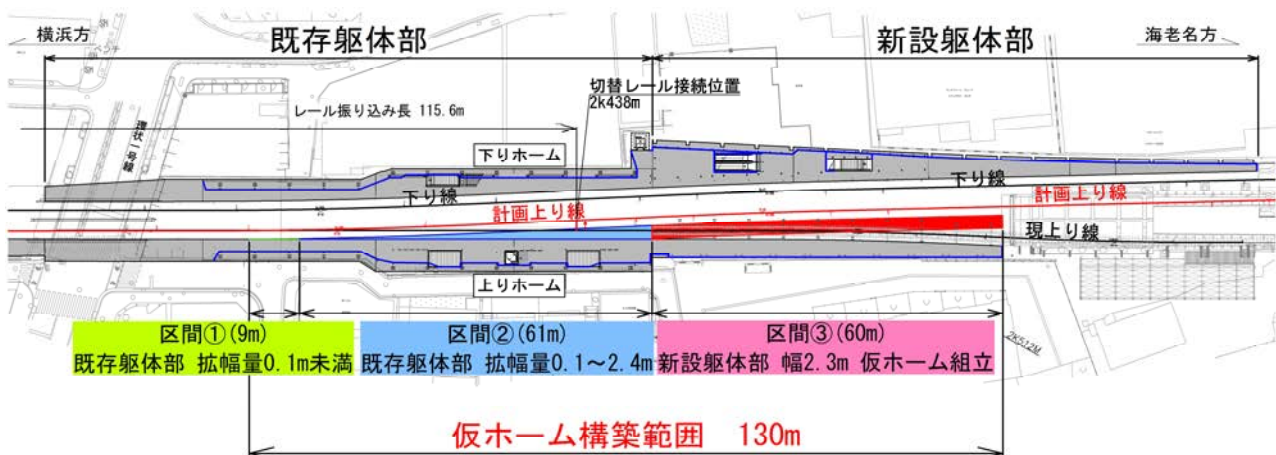

図1 仮ホーム構築範囲平面図
上り線計画線形は既存躯体部がバラスト軌道、新設躯体部が直結軌道であり、軌道工事にてバラスト軌道部でレール切断から線路移動(延長 115.6m, 横断方向の最大移動量 1.8m)が切替当夜に行われた。当工区では線路移動量に合わせた仮ホームの構築が主な作業であり、施工延長 130m を線路移動量に合わせた仮ホームの構造を検討し区間分けを行った。区間別の拡幅量・施工延長を図 1 に示す。ここでは、線路移動量が大きい仮ホーム新設を行った区間③について述べる。